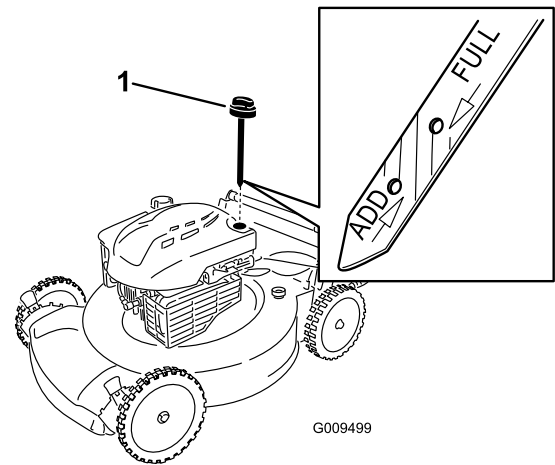

Figure 26
2. Retirez la jauge (Figure 26).
4. Versez de l'huile **lentement** dans le goulot de remplissage pour faire monter le niveau de liquide jusqu'au repère **maximum** (Full) sur la jauge (Figure 26). **Ne remplissez pas excessivement.** (Remplissage max. : 0,59 l, type : huile détergente SAE 30 de classe de service API SF, SG, SH, SJ, SL ou supérieure.)